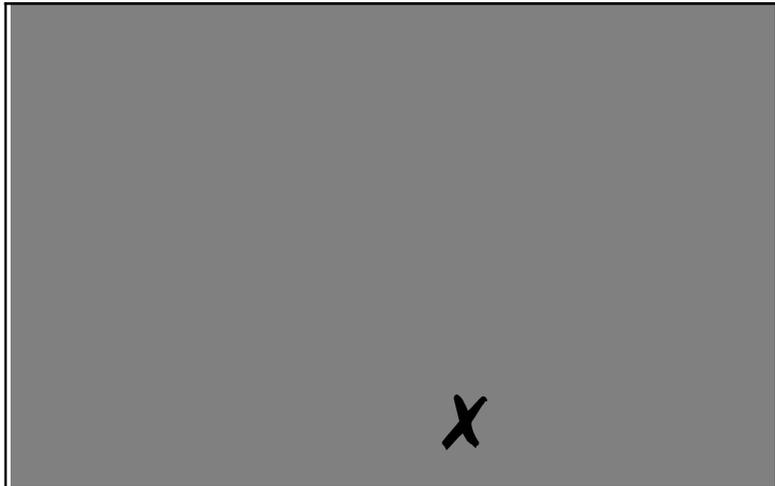

Figura 2
2. Il cavo sensore posato e pronto per il fissaggio alla recinzione deve essere protetto dal danneggiamento da parte di persone che camminano sul cavo o veicoli che dovessero passarci sopra. La Figura 2 illustra i tipici maltrattamenti che non devono essere effettuati al cavo sensore. Il cavo sensore soggetto a tale trattamento verrà danneggiato oltre ogni possibilità di riparazione, e sarà molto costoso sostituirlo, in quanto la sensibilità può essere verificata solo dopo averlo fissato alla recinzione.